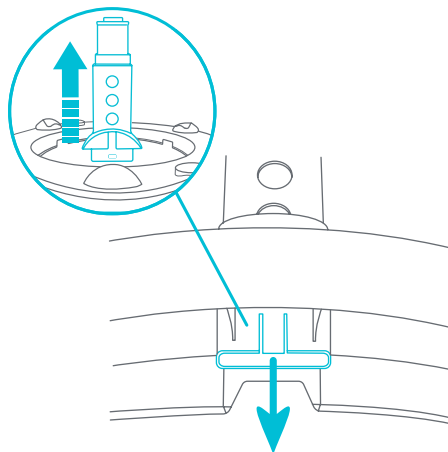

Fig. 11c
- **PATAS DE MESA:** Para retirarla, ubique la lengüeta debajo de la base. Tire de la lengüeta hacia usted y retire la pata (Fig. 11c). Repita para los otros lados.